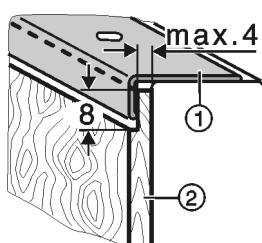

Fig. 40
- Dicke Dekorplatten Fig. 40 (2) nach Abbildung auf maximal 4 mm Dicke abstufen.